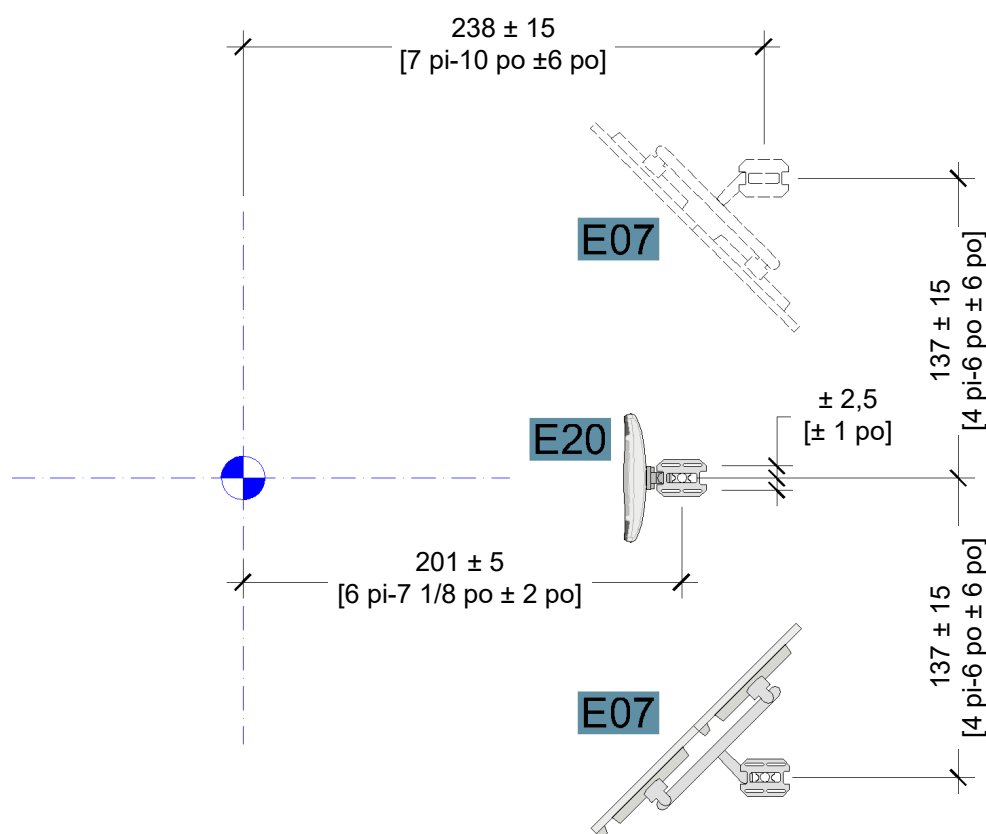

Figure 3-6 Composants montés au plafond de la salle de traitement (vue du dessus)
- Les moniteurs de salle (**E07**) à la Figure 3-6 peuvent être installés des deux côtés de l'isocentre, généralement du côté opposé à l'entrée du labyrinthe. Reportez-vous aux sections 2.10.5 et 4.5 pour de plus amples informations.